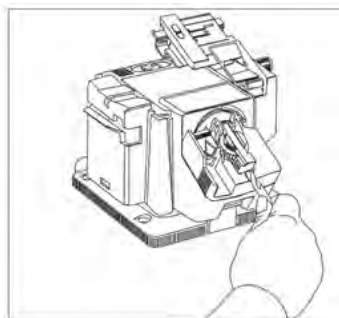

рис.3
- поместите зажимное устройство со сверлом в направляющий паз по центру заточного круга (рис.3);